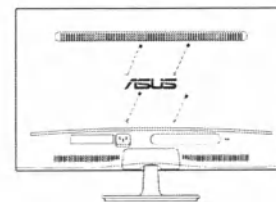

Рисунок 1
2. Снимите резиновые заглушки с четырех резьбовых отверстий (Рисунок 1).